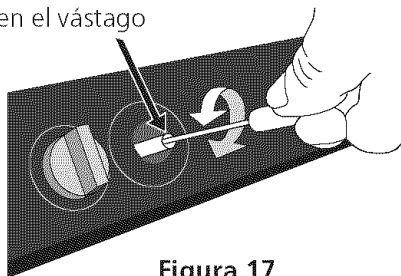

Figura 17
2. Ajuste el marco de "LOW" de la superficie de las valvulas para quemadores (vea figura 17)